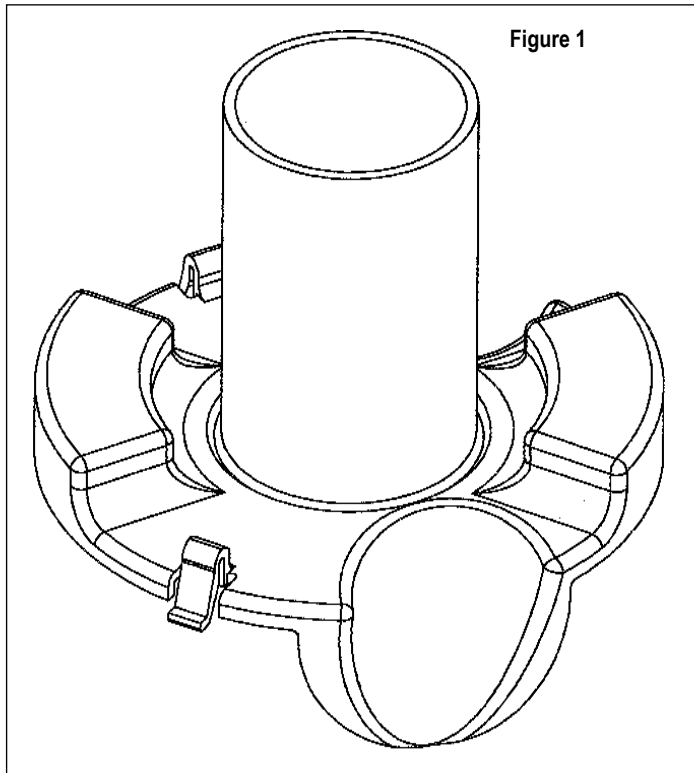
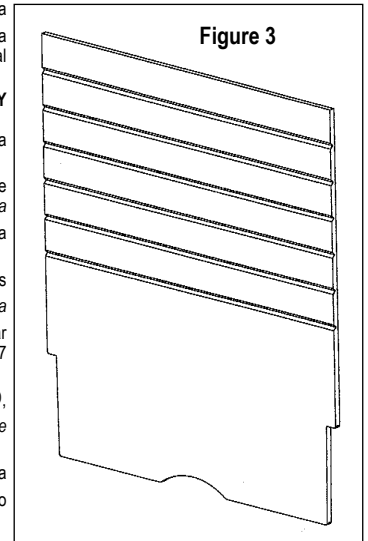

Figure 1
Figure 3
INSTALL LOW VOLTAGE WIRING TUBE OR DIVIDER (For multi-service application) See Figures 1, 2 and 3 on next page.
8. For the low voltage dividers as pictured in Figures 1 and 2, cut off the same amount cut from the box in step 6 from the tube portion of the divider. For the straight divider as pictured in Figure 3 use a utility knife to cut the same amount cut from the floor box in step 6 using the score lines for ease of cutting. The appropriate type of low voltage divider is included with applicable sub-plates.
INSTALLATION DES CONDUITS OU DES SÉPARATEURS POUR CÂBLES BASSE TENSION (Pour applications multiservices) Consulter les Figures 1, 2 et 3.
8. Dans le cas des séparateurs basse tension illustrés aux Figures 1 et 2, supprimer de ceux-ci la même valeur retranchée de la boîte à l'étape 6. Dans le cas des séparateurs droits de la Figure 3, utiliser un couteau universel pour supprimer la même valeur retranchée de la boîte à l'étape 6; trancher dans les rayures pour faciliter la coupe. Des séparateurs basse tension de type approprié sont livrés avec les sous-plaques.
9. En ce qui concerne les séparateurs basse tension illustrés aux Figures 1 et 2, faire passer les conducteurs d'énergie dans le boîtier basse tension et aligner les ouvertures avec celles
9. For low voltage dividers pictured in Figures 1 and 2 snake power wires through low voltage enclosure and align cable ramps with 1-1/2" conduit openings in box. Push low voltage divider down until it snaps into place. Snake communication wire up over ramps and keep wire outside of low voltage divider.
10. For the low voltage divider pictured in Figure 3, insert into vertical slots in sides of floor box and push down to bottom. Be sure to keep communication wires separate from power wires.
11. Install barbed clips (C) into slots on top of box. Wide clip (D) with ground wire goes into wide slot on floor box. Hammer clips down until they seat flush with top of box.
10. Quant au séparateur basse tension de la Figure 3, l'introduire dans les fentes verticales de chaque côté de la boîte de plancher et le pousser jusqu'au fond. S'assurer de maintenir les conducteurs de communication à l'écart des conducteurs d'énergie.
11. Installer les attaches à griffes (C) dans les fentes dans le haut de la boîte. La grosse attache (D) avec fil de mise à la terre va dans la grosse fente de la boîte de plancher. Avec un marteau, enfoncer les attaches jusqu'à ce qu'elles se trouvent à ras le dessus de la boîte.